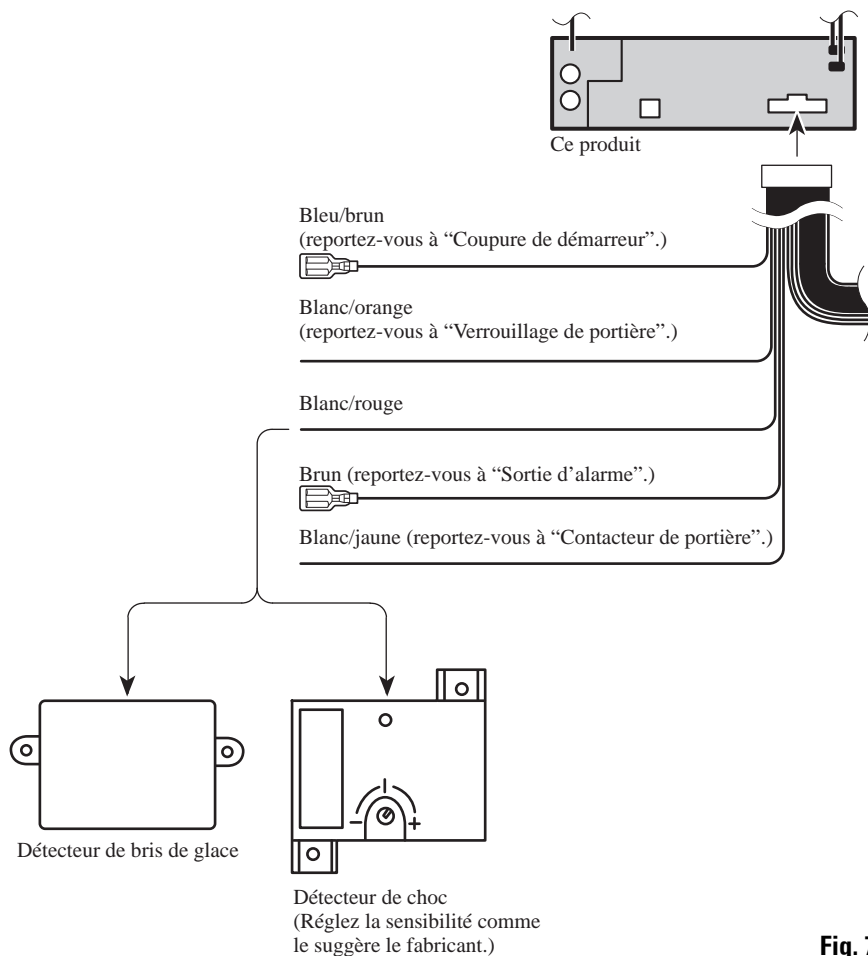

Fig. 7
■ Blanc/rouge (Détecteur d'alarme, ALARM SENSOR) (Fig. 7)